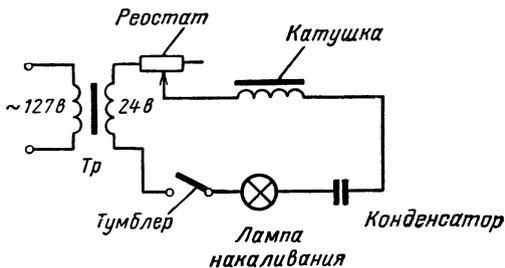

Рис. VI.47. Последовательный резонансный контур.
**Последовательный резонанс.** Соедините детали, как показано на схеме рис. VI.47. Поставьте ползунок реостата в среднее положение, включите трансформатор в сеть переменного тока 127 *в* и включите тумблер. Вставляйте в трубку катушки куски стального провода один за другим до тех пор, пока яркость горения лампочки не станет максимальной. Если дальнейшее увеличение объема сердечника в центре катушки приводит к снижению яркости лампочки, значит мы достигли точки резонанса. Реостат предназначен для того, чтобы иметь возможность уменьшить напряжение на лампе для предотвращения ее перегорания. Вдвигая и выдвигая пучок проводов сердечника в катушку, мы производим операцию, аналогичную настройке контура на высокочастотный радиосигнал. Такая настройка осуществляется, например, при передвижении сердечника в катушке радиоприемника.